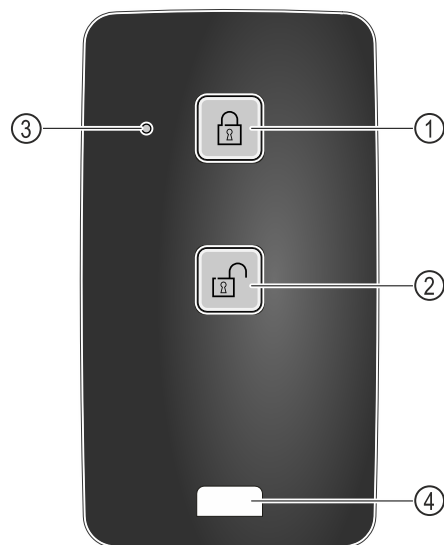

Fig. 149
- Premere il tasto Fig. 149 (1) sul telecomando.
- Premere il tasto Fig. 149 (2) sul telecomando.
- Il LED di stato Fig. 149 (3) fornisce un feedback visivo quando viene premuto un pulsante.
- Occhiello Fig. 149 (4) per agganciare il telecomando, ad esempio a un portachiavi.